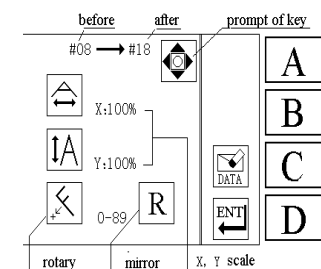

Fig. 5.4.5
7. Na Fig.5.4.4, pressione a tecla  para confirmar a entrada dos parâmetros, e entrar em seguida na tela da próxima etapa, mostrando a Fig.5.4.5.
8. Na Fig.5.4.5, pressione as teclas de direção  e  ou teclas numéricas para executar edição ou combinação de desenho.